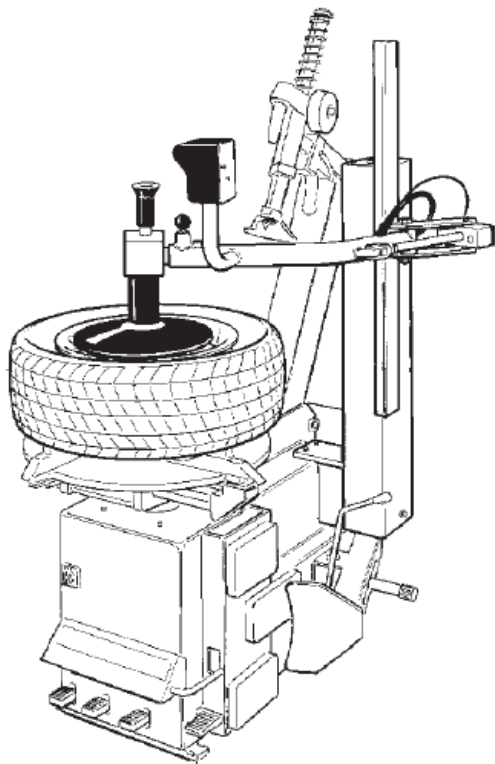

Рис.6
- Привести нажимное устройство «С» в горизонтальное положение и с помощью пульта управления «D» подвести его к диску, как указано на рис. 6.